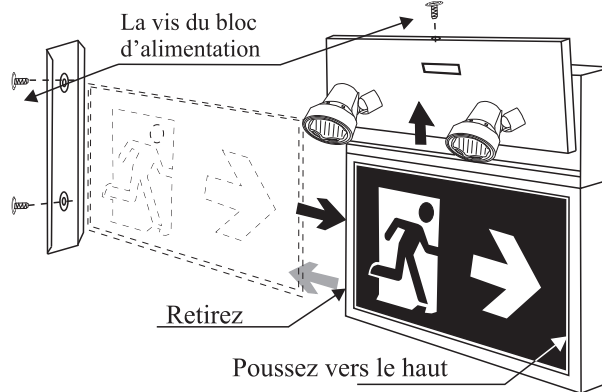

Fig.1
5.1.2. Retirez le panneau avant. Retirez et jetez le nécessaire pour le socle situé à l'intérieur de l'enseigne (Fig.1 & 2).
5.1.3. Retirez la vis du couvercle du bloc d'alimentation puis soulevez le couvercle pour l'écartier. Les têtes d'éclairage montées à l'avant sont câblées à la carte de circuit imprimé du chargeur; elles peuvent rester connectées si le couvercle ne gêne pas l'installation (Fig.1).